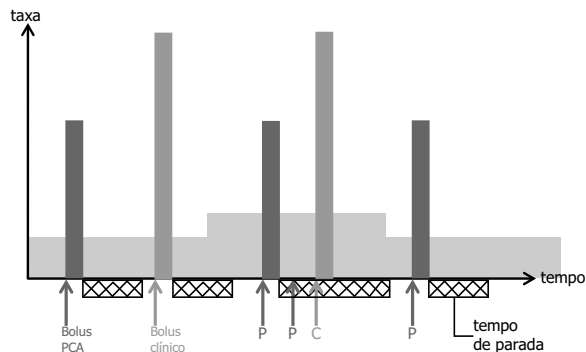

Figura 4.4: Modo Bolus PCA + taxa variável
- Bolus PCA + taxa variável, consulte a Figura 4.4, página 26